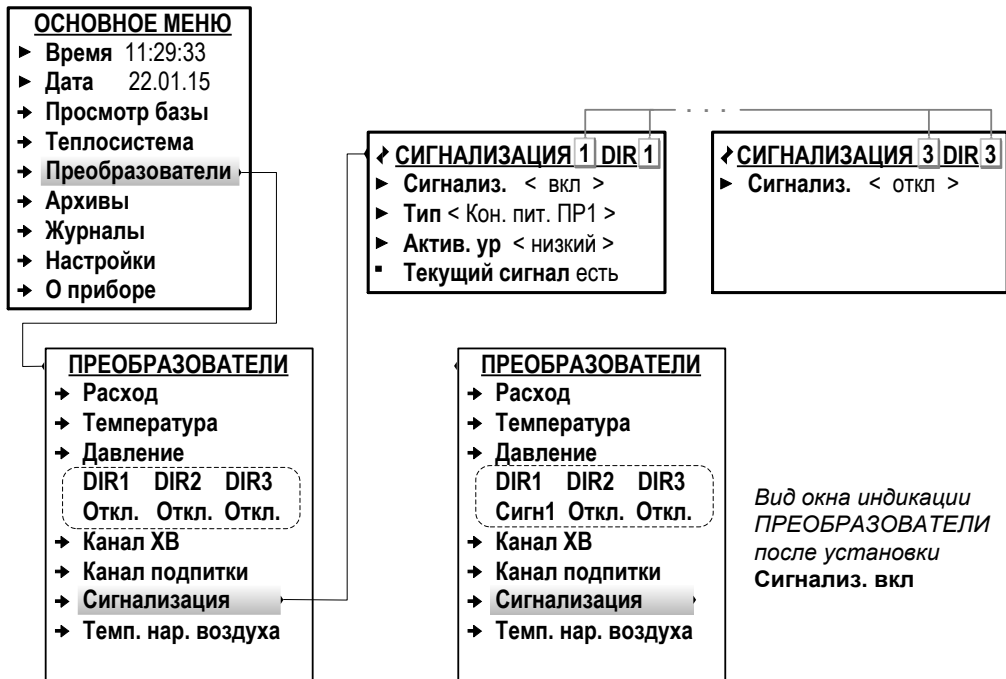

Рис.27. Вид меню настройки входов «Сигнализация» (режим СЕРВИС).
7.5.3.2. Вид меню Преобразователи / Сигнализация для настройки входов DIR1, DIR2, DIR3 приведен на рис.27. Меню настройки становится доступным после установки значения **вкл** для параметра **Сигнализ.**